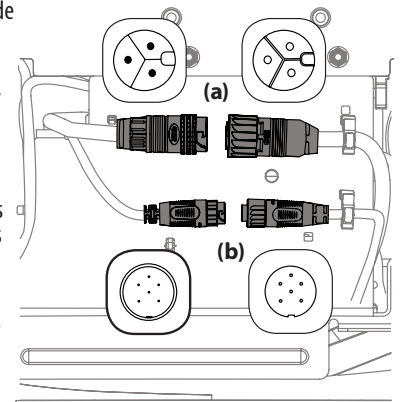

Figura 21
- Desconecte el motor de la plataforma de los adaptadores que se encuentran en la parte inferior del tractor. Gire los conectores 1/4 de vuelta en sentido contrario a las agujas del reloj y tire hacia abajo. Consulte la Figura 21.